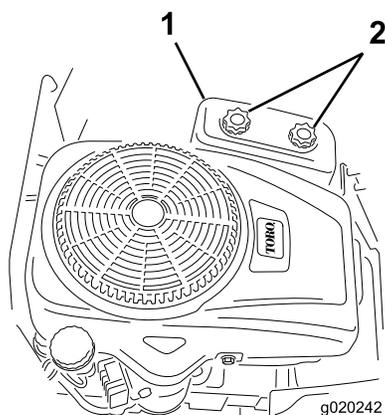

Figura 31
4. Togliete il coperchio del filtro dell'aria svitando le 2 manopole (Figura 31).
3. Montate il coperchio del filtro dell'aria e serrate le 2 manopole (Figura 31).